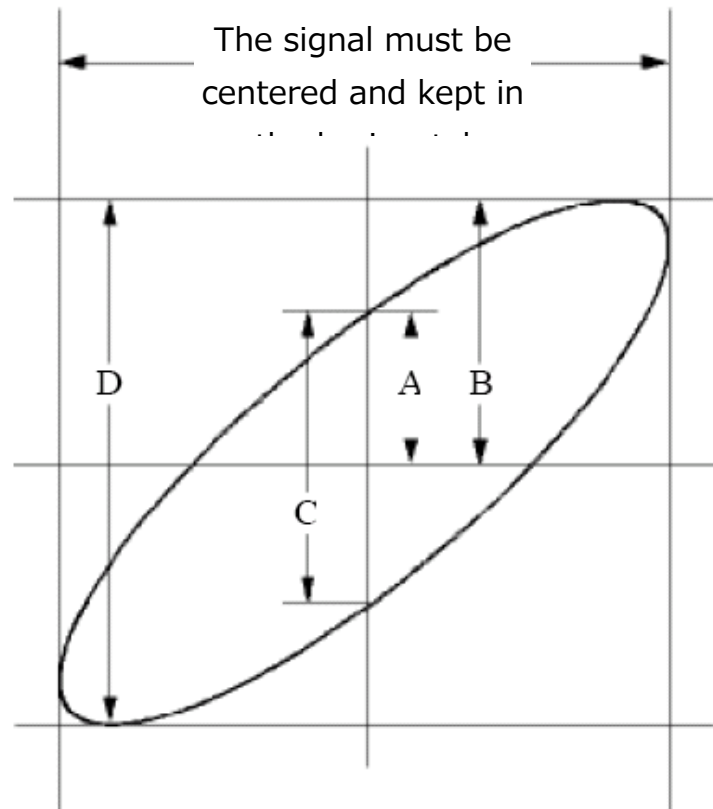

Figure 7-6 リサーチ図
- (1) プロブ・メニューでプローブ減衰比を10X、プローブの減衰比をスイッチで10Xに設定します・詳細は "プローブ減衰比の設定" を参照ください。
- (2) 回路の入力信号にCH1プローブを、出力信号にCH2プローブを接続します。
- (3) **CH1**～**CH4** ボタンを押して、CH1とCH2をオンにし、CH3とCH4をオフにします
- (4) **Autoset**を押します。オシロスコープが自動設定を実施して2つのチャンネル波形が表示されます。
- (5) **CH1**を押して **Lower Knob**と **Upper Knob**を回し、**CH2**を押して **Lower Knob**と **Upper Knob**を回して、波形の振幅がおおむね同じくらいになるように調整します。
- (6) **Home** をタップしてメニュー・パネルを開き、**XY**をタップして **ON** にするとXY表示になり、リサージュ図が表示されます。
- (7) **Lower Knob**と **Upper Knob**を回して波形をさらに調整します。
- (8) 楕円の形状から、位相差を計算することができます (Figure 7-6)。